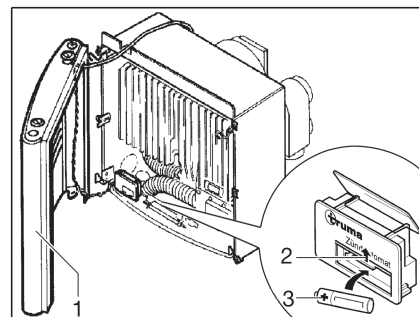

Fig. 107 Calefacción abierta
- Colocar a un lado el revestimiento (Fig. 107,1) para que no se tenga que desenchufar el cable de conexión del ventilador de aire caliente y de la lámpara de control de encendido.
- Empujar hacia arriba la tapa del compartimento de las pilas en el dispositivo automático de encendido (Fig. 107,2).
- Colocar una pila nueva (Fig. 107,3) del mismo tipo con la polarización correcta (+/-) en el compartimento de las pilas en el dispositivo automático de encendido. Utilizar únicamente pilas Mignon resistentes a la temperatura (+70 °C) y protegidas contra derrames.